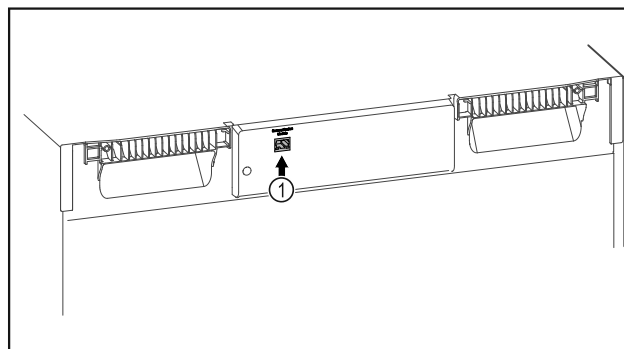

Fig. 110
- Założono SmartModule Fig. 110 (1).